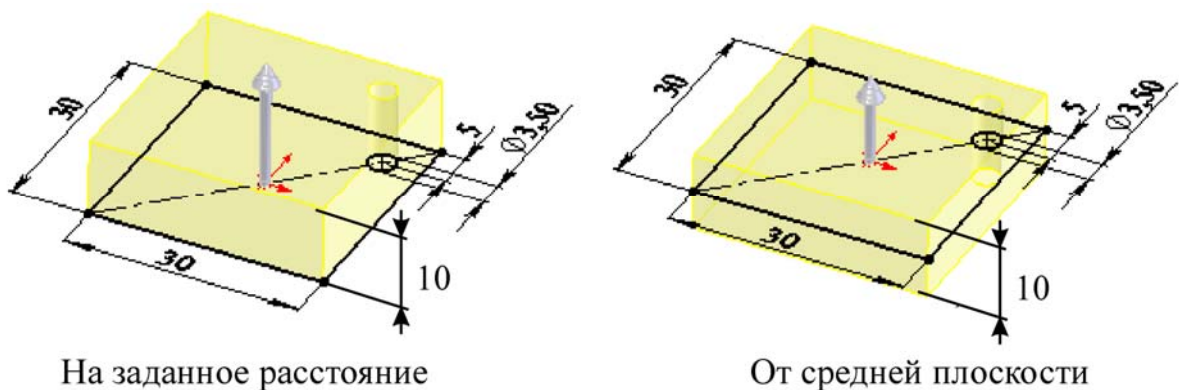

Рис. 3.3. Примеры граничных условий операции **Вытягивания**
1. **На заданное расстояние** – определяет границу вытянутого элемента путем явного указания глубины вытягивания (значение можно задавать в численном виде или перетаскиванием мышкой стрелки-направления вытягивания на предварительном виде (рис. 3.3)).
8. **От средней поверхности** – элемент создается путем вытягивания эскиза на равную глубину в обоих направлениях от плоскости построения эскиза (см. рис. 3.3).